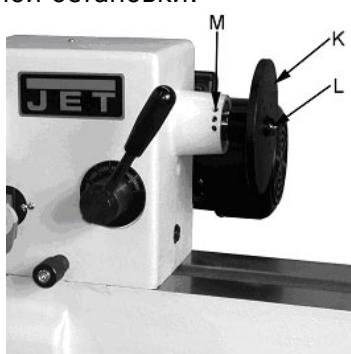

Рис.18
**Зажимной диск** (К, рис.18) применяется для вытачивания чаш и тарелок. В зажимном диске имеется множество отверстий (L) для крепления заготовок.